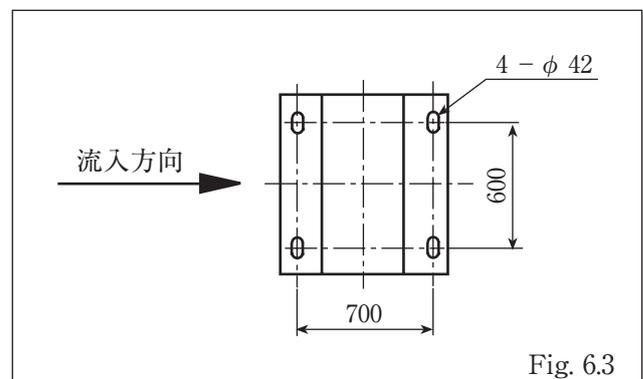

Fig. 6.3
- (1) ポンプの吐出側に取り付けてください。
- (2) 設置場所には基礎コンクリート打ちを行い、Fig.6.3の寸法に従いアンカーボルトを設置してください。アンカーボルトは“JIS B-1178L型”の中から選定してください。
- (3) 配管歪を与えないようにしてください。
- (4) 分解点検時に必要なスペースを取ってください。周囲1 m以上のスペースが必要です。
- (5) 新設配管の場合、流量計を接続する前に全配管のフラッシングを行い、完全に爽雑物を取り除いてください。